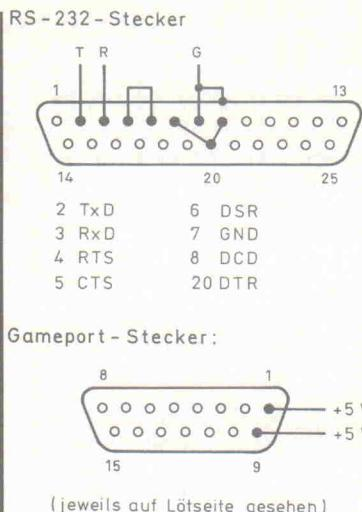

Bild 5. Belegung der Schnittstellen- und Gameportstecker.
pläne der daraus resultierenden kompakten Platinen sind in den Bildern 9 (10-m-Version) und 10 (50-m-Version) wiedergegeben. An der dem Pegewandler zugewandten Kante jeder Adapterplatine wird über drei Drähte ein weiblicher 25poliger Sub-D-Steckverbinder angebracht. Die zwischen Stecker und Platine sowie am Stecker selbst erforderlichen Verbindungen sind Bild 5 zu entnehmen.
– Versorgung aus dem Gameport eines PCs. In diesem Fall wird von den Stromversorgungsanschlüssen auf der Platine nur die +5-V-Leitung aus dem Gehäuse geführt, weil die Masseverbindung bereits über den Schnittstellenstecker erfolgt. Zum Anschluß an den Gameport benötigt man einen 15poligen männlichen Sub-D-Stecker, dessen Belegung – soweit relevant – ebenfalls aus Bild 5 hervorgeht.